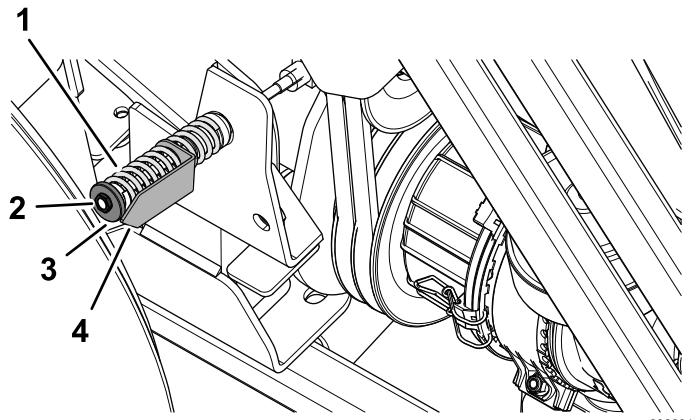

Figura 89
5. Se necessario, ruotate il dado del tensionatore della puleggia tendicinghia finché la freccia dell'indicatore di tensione non si allinea con la superficie esterna della rondella (Figura 89).
8. Allentate il dado del tensionatore della puleggia tendicinghia; fate riferimento alla Figura 89 in **Controllo della tensione della cinghia della PDF (pagina 66)**.